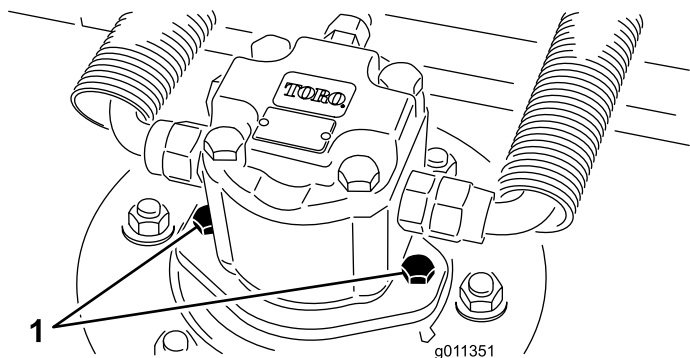

図 93
2. カッティングユニットから油圧モータを外す 図 93。異物がつからないように、スピンドル上部にはカバーを掛けておく。
3. カッティングユニットに油圧モータを取り付ける図 93。Oリングを忘れずに、また、損傷させないように注意して取り付ける。